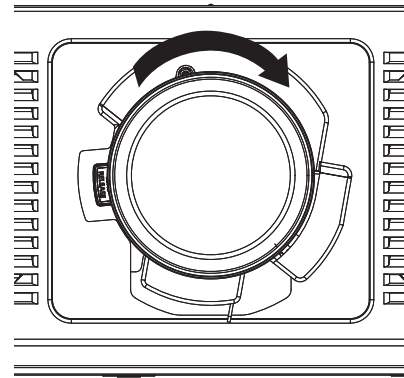

Fig. 3
3) **Tournez l'objectif de projection dans le sens des aiguilles d'une montre jusqu'au déclic. (Fig. 3)**